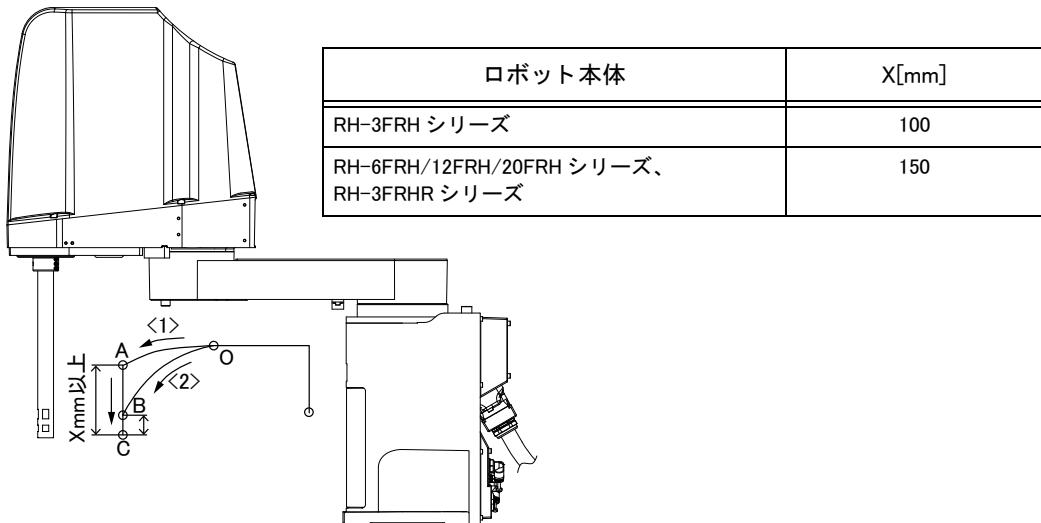

図 2-14 : Z 軸最下端で位置決めする場合の推奨経路
3) Z 軸最下端付近でワーク位置決めを行う場合、(上記 2) で効果がない場合) <1> の動作 (ロボット経路 : O → A → C) を行ってください。<2> の動作 (ロボット経路 : O → B → C) の場合は残留振動が発生することがあります。(図 2-14 参照)